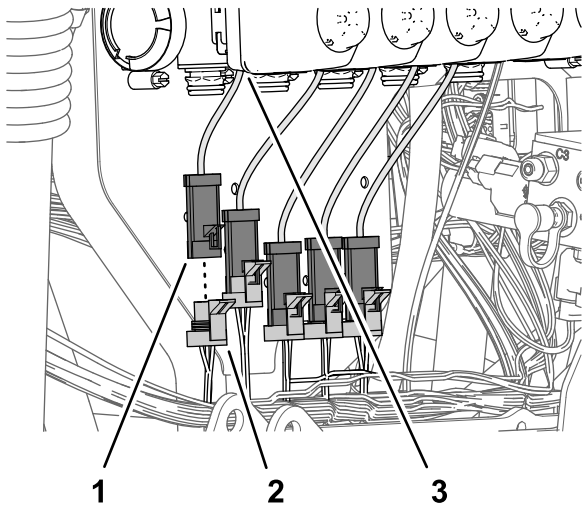

图114
2. 将标有喷嘴阀 1 的 89cm 套件线束支管的 3 插槽接头图114接入最左边阀致动器的 3 针接头。
3. 将标有喷嘴阀 2 的 89cm 套件线束支管的 3 插槽接头图114接入阀致动器位置 2 的 3 针接头。
4. 将 89cm 套件线束支管的其余 3 插槽接头接入阀致动器的 3 针接头图114。